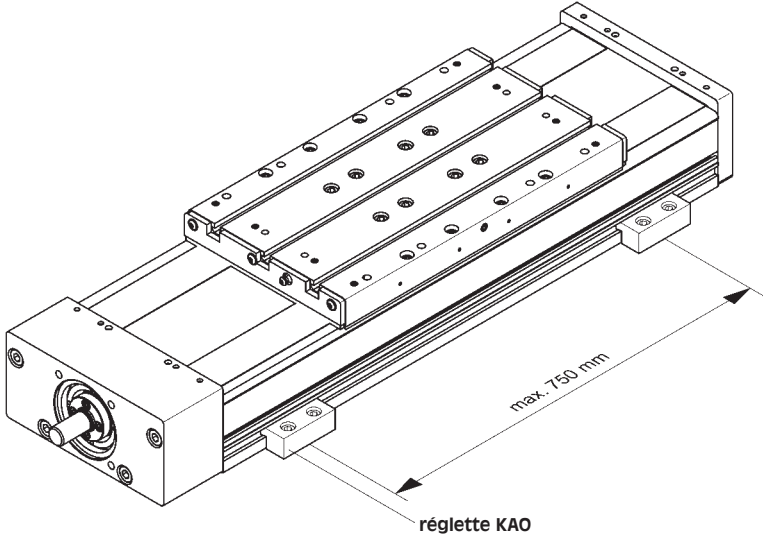

Figure 3
1. Figure 3: Desserrer la réglette de fixation concernée.